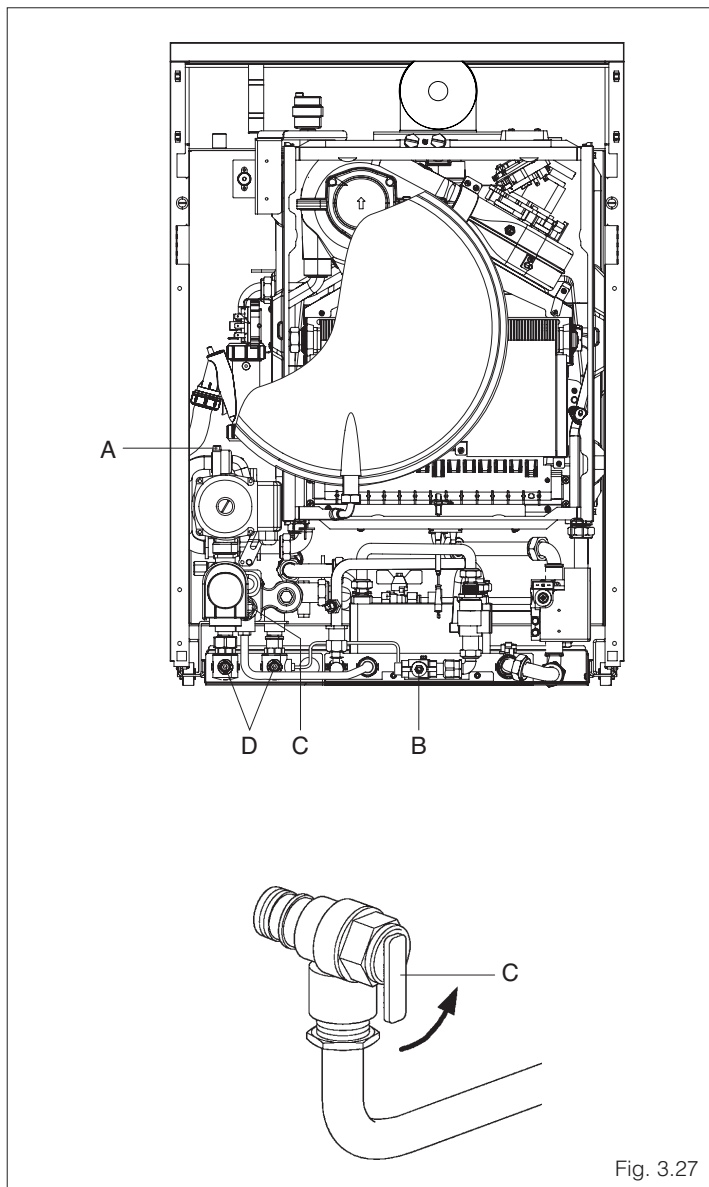

Fig. 3.27
- Aprire di due o tre giri il tappo della valvola di sfiato aria (A) (fig. 3.27)
- attivare lo scarico della caldaia agendo sulla leva della valvola di sicurezza (C) (fig. 3.27).
- eseguire lo scarico agendo sulla valvola di sicurezza (fig. 3.27)